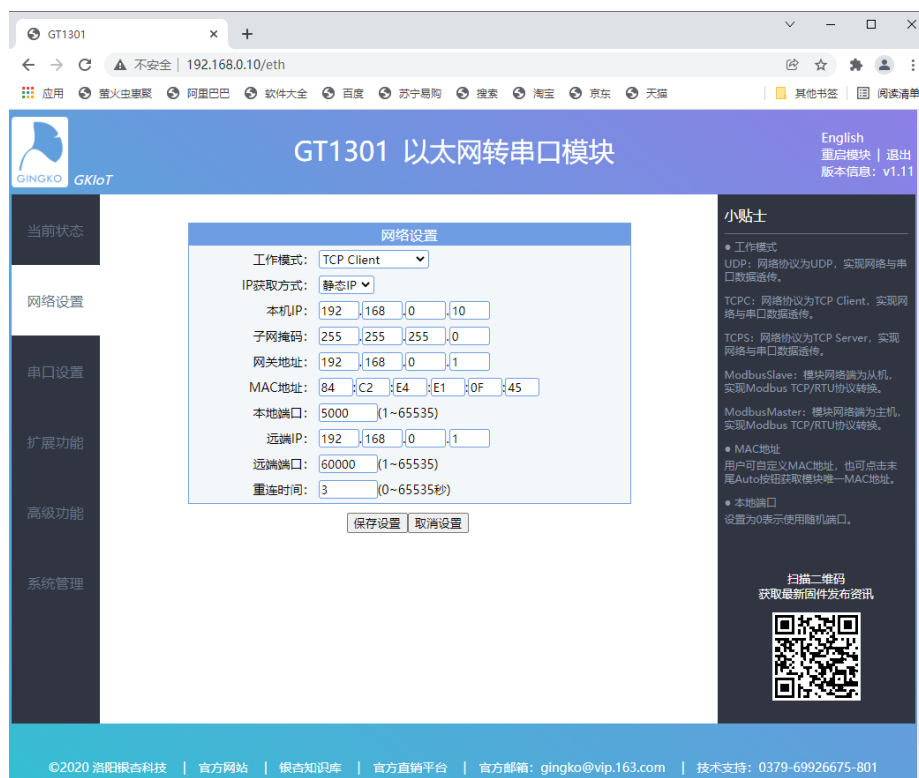

图 4-3 网络参数设置
(3) 在“网络设置”项中可设置网络相关参数，如图 4-3 所示，设置后点击保存设置即可。